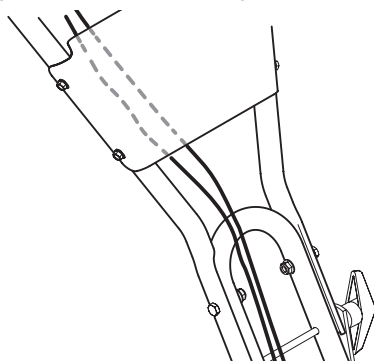

Figure 5
- Déballiez soigneusement les câbles d'embrayage de leur position d'expédition. Pour fixer les câbles d'embrayage, faites passer les câbles à l'avant de la partie inférieure du guidon et derrière le levier. Voir la Figure 5.